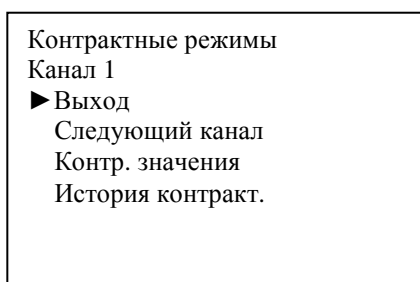

Рис. 10 – Меню «Контрактные режимы»
3.4.6.5.1 Меню «Контрактные режимы» (рис. 10) позволяет просматривать на экране ЖКИ и изменять величины контрактных значений параметров.